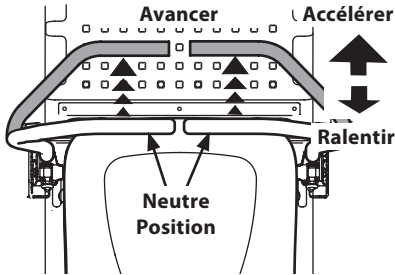

Figure 21
2. Déplacez les leviers de commande d'entraînement de la barre abdominale droite et gauche vers l'intérieur en position neutre (Figure 21) et désengagez le frein de stationnement.